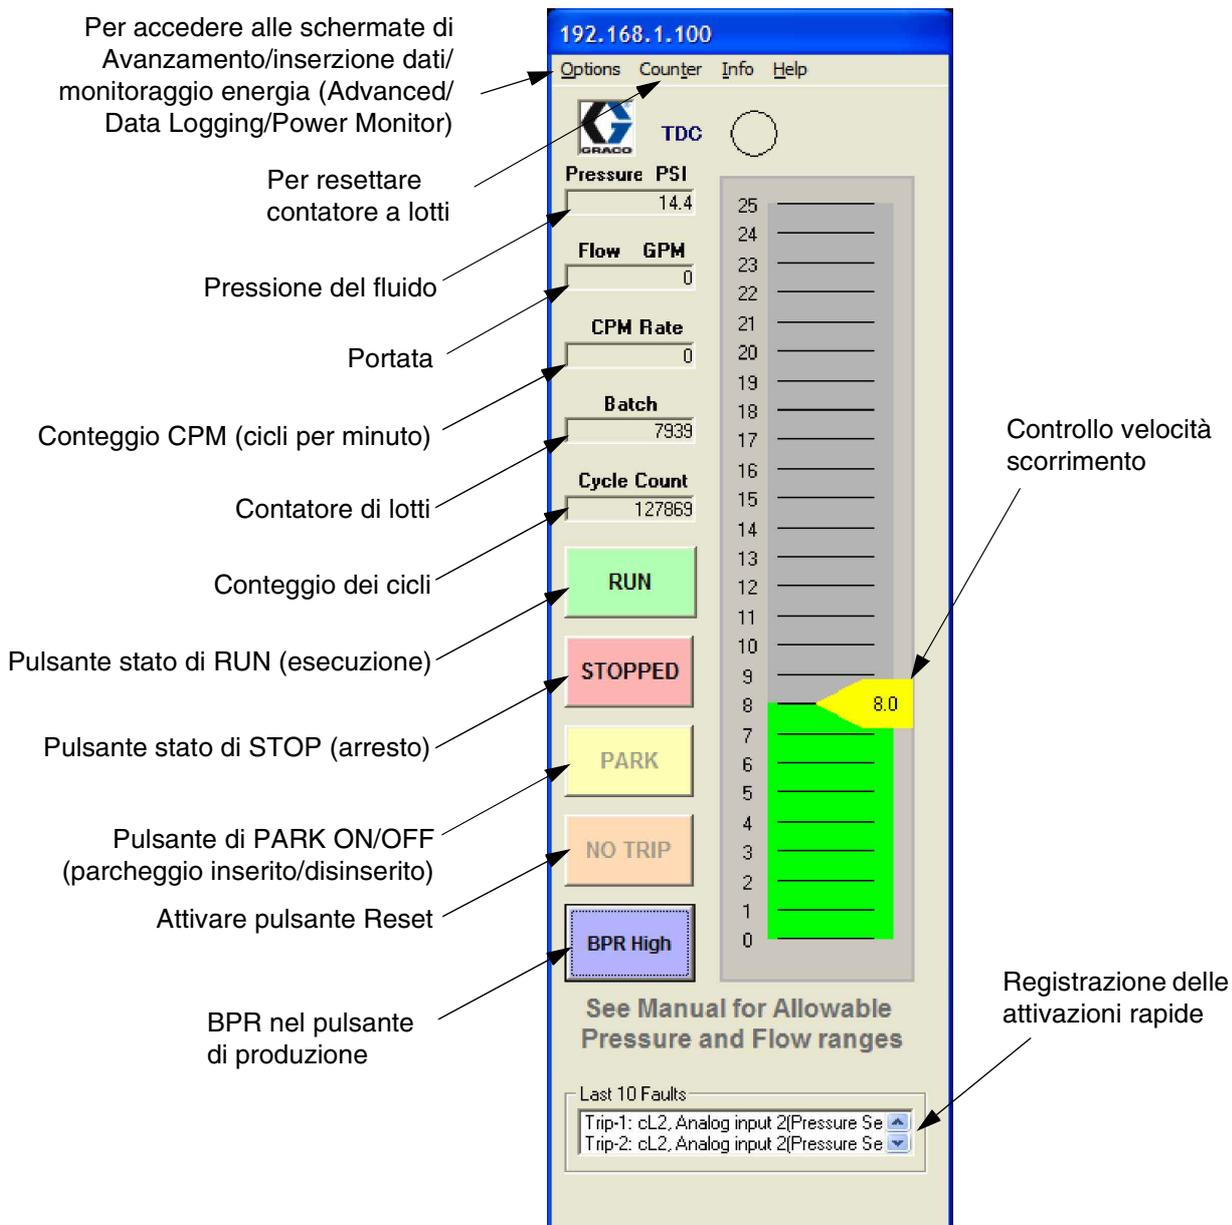

FIG. 22. Schermata esecuzione
3. Cliccare CONNECT. Vedere FIG. 19. Viene visualizzato lo schermo esecuzione. Vedere FIG. 22. La finestra di impostazione di rete verrà chiusa quando è ottenuto il collegamento.
Vedere FIG. 22. La scala scorrevole della schermata di Run (esecuzione) imposta la velocità della pompa in unità di portata.
Vedere FIG. 22. I contatori sono attivi sia nel modo remoto che nel modo locale.
Vedere FIG. 22. Nel modo remoto, i pulsanti sono attivi e possono essere usati per controllare la pompa.